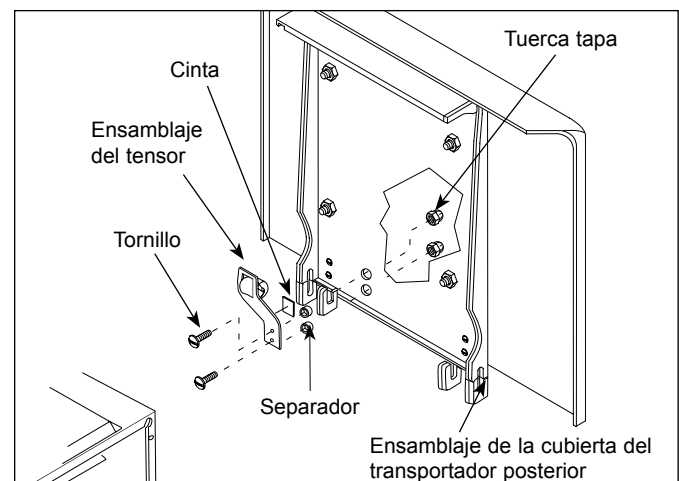

Figura 18. Cambio del ensamblaje del tensor del rodillo
1. Retire los tornillos de las tuercas tapa (Figura 18) y quite el ensamblaje del tensor de rodillo viejo.